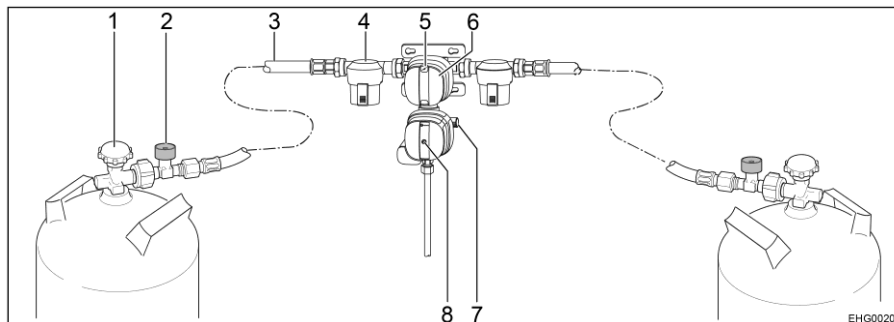

Fig. 133 Impianto di regolazione pressione gas di sicurezza DuoControl CS
L'impianto di regolazione DuoControl consiste in una valvola di commutazione e un sensore crash. L'impianto di regolazione DuoControl è montato tra i tubi flessibili per alta pressione (Fig. 133,3) con dispositivo antirottura del tubo flessibile (Fig. 133,2). Con la manopola (Fig. 133,6) sulla valvola di commutazione è possibile stabilire quale delle bombole del gas viene utilizzata come bombola in uso e quale come bombola di riserva.
Nella finestra di controllo (Fig. 133,5) viene visualizzato lo stato del rifornimento di gas:
Il sensore crash blocca l'alimentazione del gas in caso di forti vibrazioni (es. incidente). Lo stato operativo del sensore crash si riconosce dalla posizione del pulsante giallo di reset (Fig. 133,8):
- Se il pulsante giallo di reset (Fig. 133,8) è spinto in dentro, il sensore crash è pronto al funzionamento.
- Se il pulsante giallo di reset (Fig. 133,8) sporge, il sensore crash **non** è pronto al funzionamento. Per la messa in funzione, vedere di seguito.
Il dispositivo antirottura del tubo flessibile (Fig. 133,2) blocca il flusso di gas quando il tubo flessibile collegato si rompe. Il dispositivo antirottura del tubo flessibile deve essere attivato premendo il tasto verde.
- Con la manopola (Fig. 133,6) sulla valvola di commutazione selezionare la bombola del gas, da cui proviene la principale alimentazione del gas (bombola in uso). Girare la manopola fino all'arresto.
- Aprire le valvole principali di arresto (Fig. 133,1) delle bombole del gas.
- Premere per circa 5 secondi il tasto verde del dispositivo antirottura del tubo flessibile (Fig. 133,2). Nella finestra di controllo (Fig. 133,5) viene visualizzato il simbolo verde.
- Se il sensore crash è scattato (il pulsante giallo di reset (Fig. 133,8) sporge):
Spingere con forza in dentro il pulsante giallo di reset (Fig. 133,8), ruotarlo appena in senso orario e tenerlo premuto per 5 secondi. Assicurarsi che il pulsante di reset rimanga in posizione premuta ("pronto al funzionamento").
- Chiudere le valvole principali di arresto (Fig. 133,1) delle bombole del gas.
Se la spia di controllo verde (Fig. 134,6) si spegne durante il funzionamento e la spia di controllo rossa (Fig. 134,5) si accende, significa che la bombola in uso è vuota e deve essere sostituita. Nella finestra di controllo (Fig. 133,5) della rispettiva bombola del gas compare la tacca rossa. La bombola di riserva continua ad alimentare le utenze a gas.
- Ruotare la manopola (Fig. 133,6) fino all'arresto in direzione della bombola del gas attualmente in uso. In questo modo questa bombola del gas ora è la bombola in uso, mentre la bombola del gas vuota diventa la bombola di riserva. Il simbolo nella finestra di controllo (Fig. 133,5) passa da rosso a verde.
- Chiudere la valvola principale di arresto (Fig. 133,1) della bombola del gas vuota. Osservare la direzione della freccia.
- Premere il tasto verde del dispositivo antirottura del tubo flessibile (Fig. 133,2).